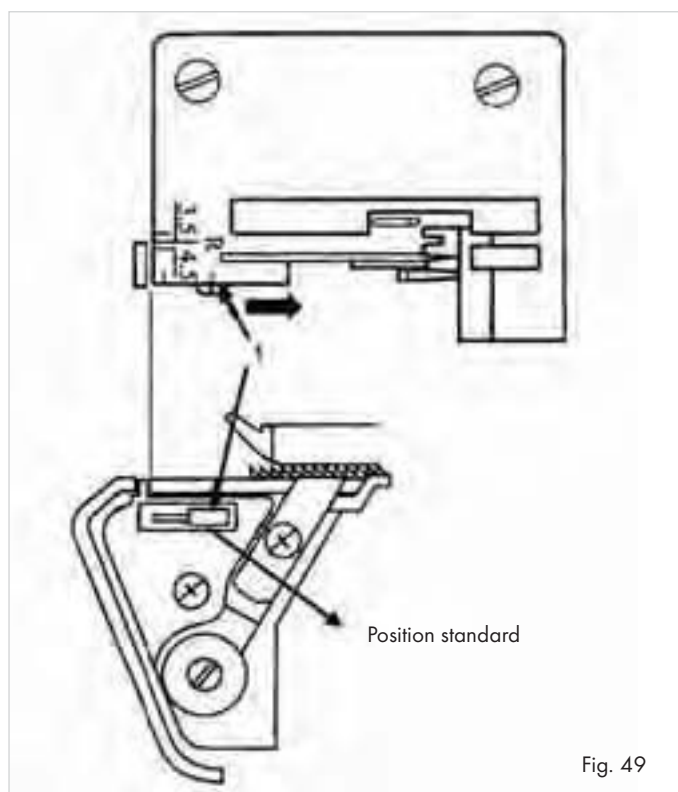

Fig. 49
- Ouvrez le capot avant ⑩.
- Faites glisser l'interrupteur de largeur de couture ⑳ sur "S", afin de faire avancer le doigt de largeur de couture (1)(Fig. 49).